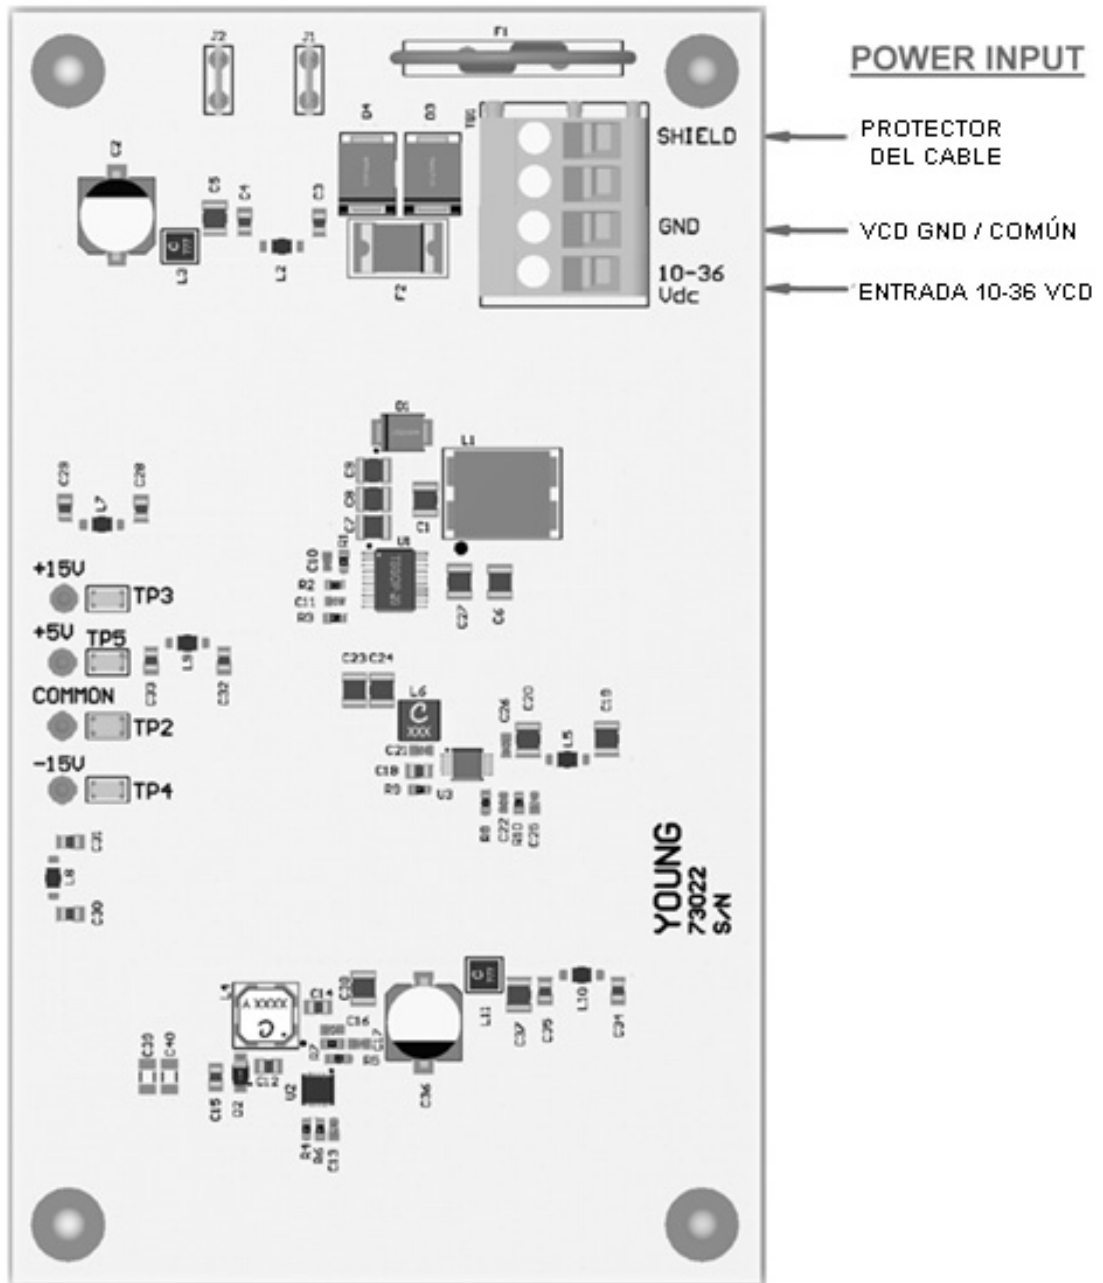

Figura 2.4.1-1 Cableado de alimentación DC
4. Pelar ~6mm (1/4 pulgada) de aislamiento de cada uno de los hilos y conectarlos a TB1 del PCB 73022 de alimentación como se puede ver en la Tabla 2.4.1-1 y en la Figura 2.4.1-1. Los colores del cable puede incluirlos más abajo como referencia. Apretar el pasamuros para inmovilizar el cable de alimentación.